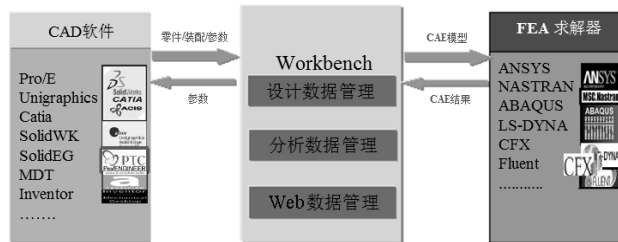

图 1-1 CAD 设计—CAE 仿真协同流程
2) 与 CAD 和 FEA 求解器的协同仿真。ANSYS Workbench 集设计、仿真、优化、网格变形等功能于一体,对各种数据进行协同管理,如图 1-1 所示。